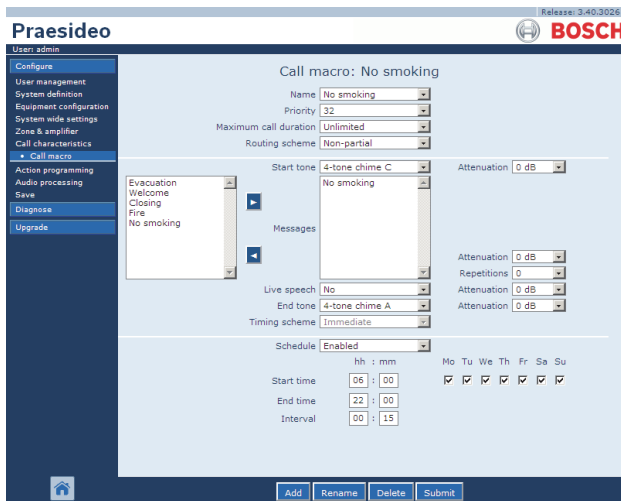

abbildung 47.2: Neues Ansagemakro erstellen, Schritt 1
- 1 Rufen Sie *Configure > Call characteristics > Call macro* auf. Im Mainframe der webbasierten Benutzeroberfläche erscheint ein Bildschirm, der dem in abbildung 47.2 ähnelt.